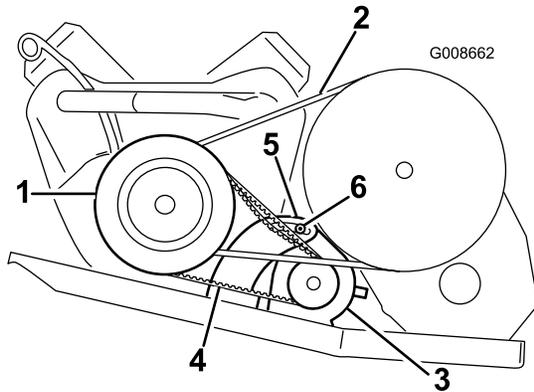

Figure 46
2. Desserrez l'écrou de pivot de l'alternateur du démarreur (Figure 46).
4. Inclinez le démarreur dans l'encoche jusqu'à ce que la courroie présente une flèche de 6 mm quand une force de 44 N est exercée (Figure 46).
5. Serrez l'écrou d'alternateur de démarrage et enlevez le levier (Figure 46). Serrez l'écrou à un couple de 88 à 115 Nm.